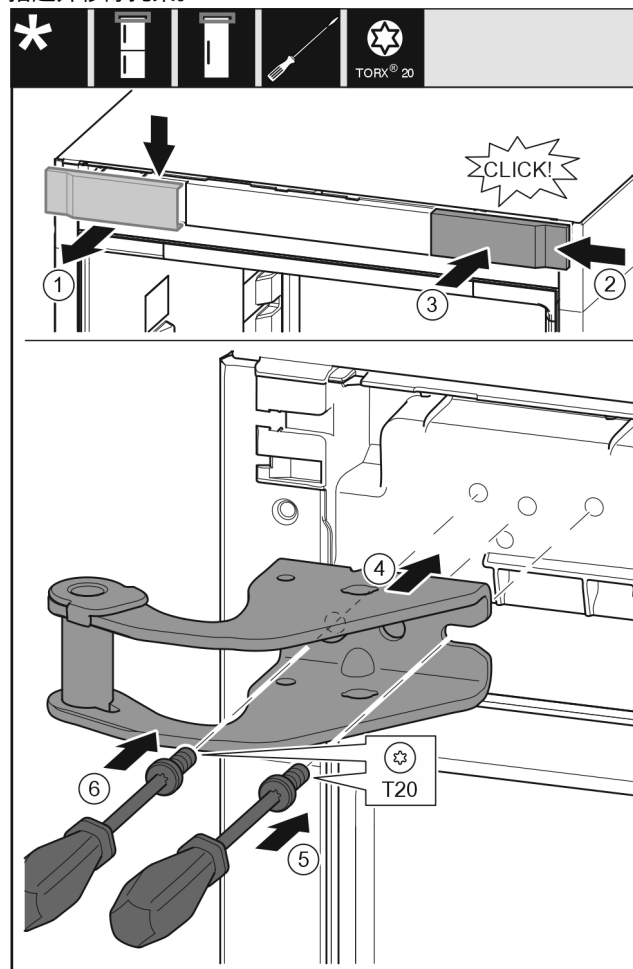

Fig. 10
- ▶ 从上方朝前取下盖板 Fig. 10 (1)。
- ▶ 将盖板 Fig. 10 (2) 旋转 180° 至另一侧从右边挂上。
- ▶ 插入盖板 Fig. 10 (3)。
- ▶ 装上上方的托架 Fig. 10 (4)。
- ▶ 用螺丝刀放上并旋紧螺钉 Fig. 10 (5)。
- ▶ 用螺丝刀放上并旋紧螺钉 Fig. 10 (6)。